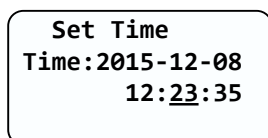

Fig. 6.3.13
- 4) À la fin de la séquence des minutes, tapez trois fois pour valider, comme illustré sur la Figure 6.3.13 et la Figure 6.3.14.